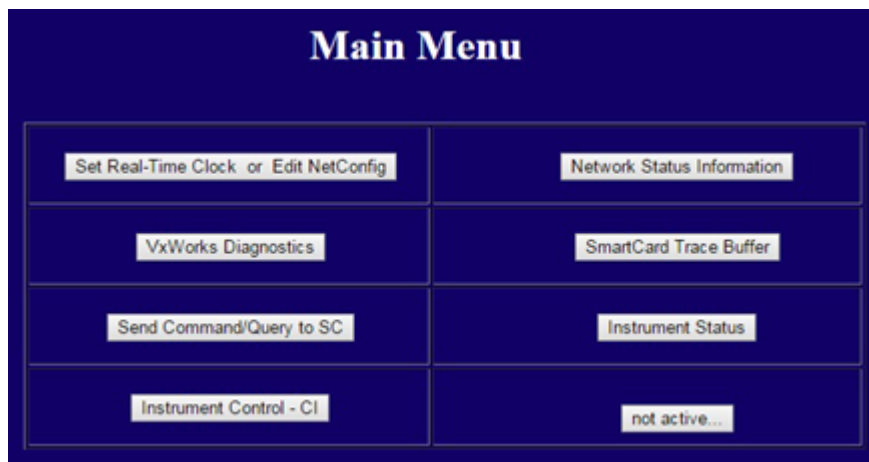

Рис. 21. Главное меню WUI
- 4 Введите IP-адрес в адресную строку браузера ПК для отображения страницы пользовательского веб-интерфейса (WUI). (См. Рис. 21.)